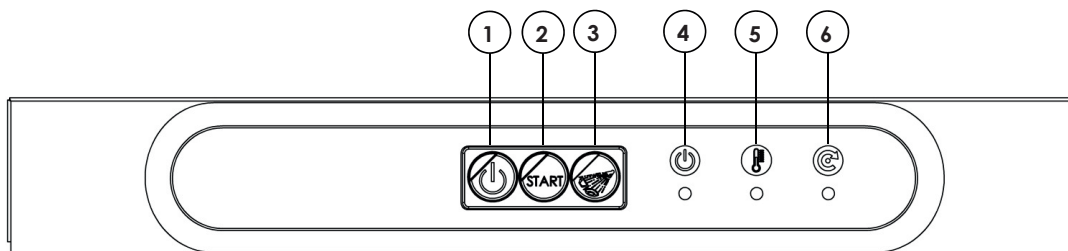
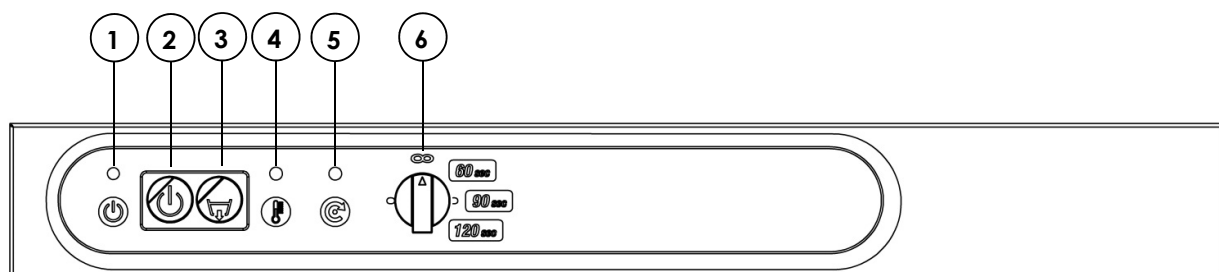

Fig. 14a
Fig. 14c
Les figures 14a, 14b, 14c et 14d représentent les tableaux de commande du lave-vaisselle et les références des commandes sur la base du modèle de lave-vaisselle et de la présence ou non de la pompe de vidange.
Lave-vaisselle à chargement frontal (réf. fig.14a ou 14b)	Lave-vaisselle à capot (réf. fig. 14c).
6. Lavage	Ouvrir la porte, introduire le panier avec la vaisselle (en s'assurant que la disposition des couverts corresponde à ce qui est décrit au paragr. 3.4 – DEUXIÈME PARTIE), fermer la porte et appuyer sur la TOUCHE DÉPART CYCLE (2) pour démarrer la phase de lavage : le VOYANT CYCLE ACTIVÉ (6) s'allume. Le cycle est terminé lorsque le VOYANT CYCLE ACTIVÉ (6) s'éteint	Lever le capot, introduire le panier avec la vaisselle (en s'assurant que la disposition des couverts corresponde à ce qui est décrit au paragr. 3.4 – DEUXIÈME PARTIE), ou baisser le capot et appuyer sur la poignée de fermeture du capot vers le bas : le VOYANT CYCLE ACTIVÉ (5) s'allume. Le cycle de lavage/rinçage démarre automatiquement. Le cycle est terminé lorsque le VOYANT CYCLE ACTIVÉ (5) s'éteint
7. Rinçage supplémentaire	Si le lave-vaisselle est préparé pour l'activation manuelle du rinçage (fig. 14a) et que l'on souhaite effectuer un rinçage supplémentaire, appuyer sur le BOUTON RINÇAGE MANUEL (3) pour la durée de rinçage voulue.
1. éteindre le lave-vaisselle avec l'INTERRUPTEUR D'ALLUMAGE (fig. 14a, 14b ou 2 fig. 14c)